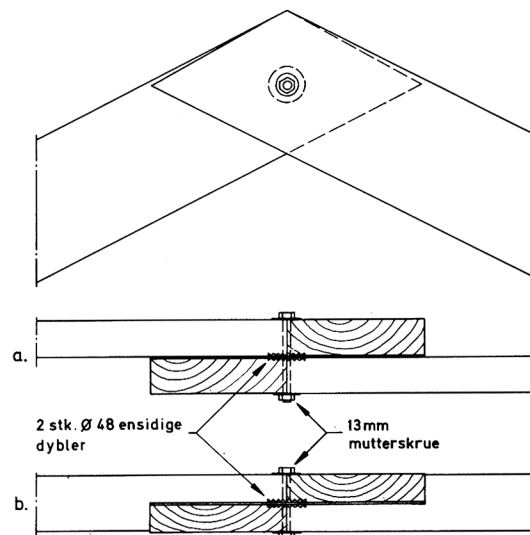

Fig. 05
- 05 Ved møne kan forbindelsen enten utføres ved at sperrere legges inn til hverandre eller sammenføres på halv ved, se fig. 05.